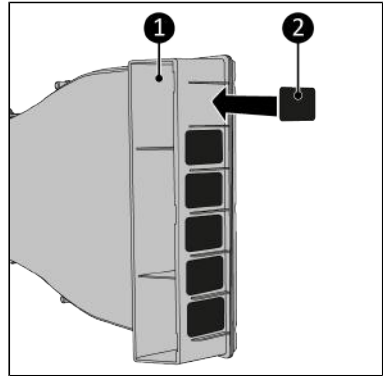

Abbildung 106.
3. Kleben Sie die sechs 30 x 40 mm großen Anti-Rutsch-Schaumstoffe (Abbildung 106, Pos. 2) auf die 6 Flächen auf der Vorderseite des Way-out (Abbildung 106, Pos. 1).